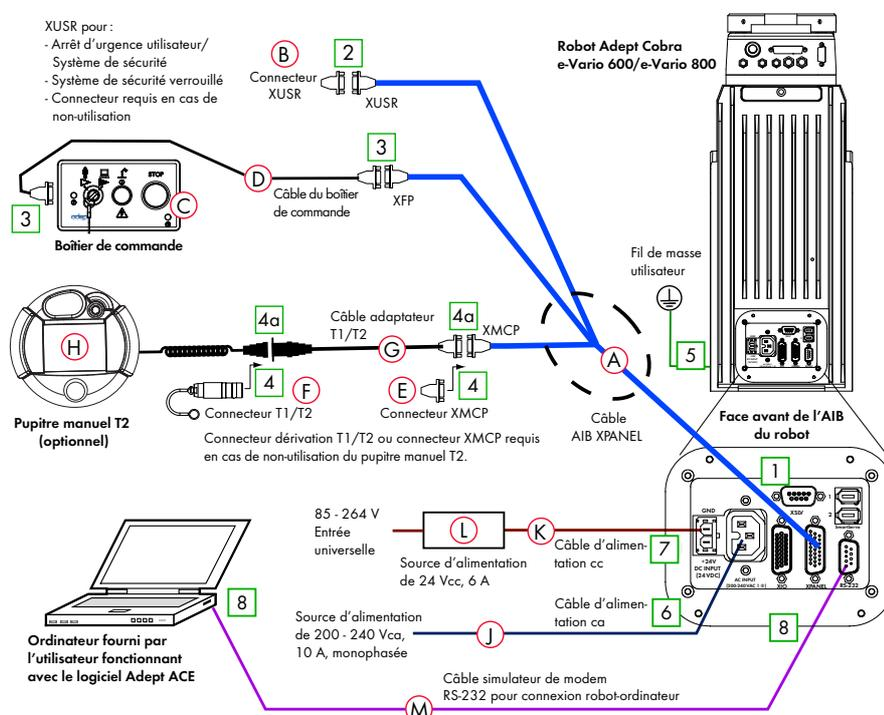

Figure 4.1 : diagramme de câbles du système pour les robots Adept Cobra série e-Vario
2. Connectez l'une des extrémités du câble AIB XPANEL au connecteur XPANEL au dos du robot (voir la figure 4.1, page 40). Les connecteurs suivants se trouvent à l'autre extrémité du câble AIB XPANEL: XUSR, XFP et XMCP.
Pour plus d'informations sur l'installation de ces pièces, reportez-vous à la figure 4.1, page 40.
2. Connectez une extrémité du câble série au connecteur RS-232 à la face avant de l'AIB (voir la **figure 4.1, page 40**).